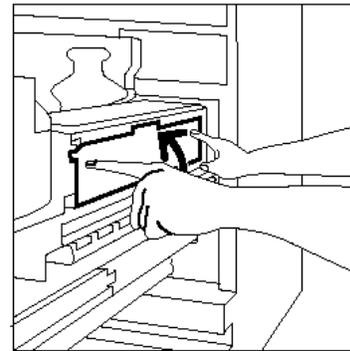

Figura 47: Repor a nova Tela de limpeza
- 9 Apoie a Tela de limpeza sobre as presilhas pretas e empurre-a gentilmente para o lugar, conforme ilustrado na Figura 47. A Tela de limpeza estará na posição correta quando parar. Pressione firmemente para assegurar seu engate.